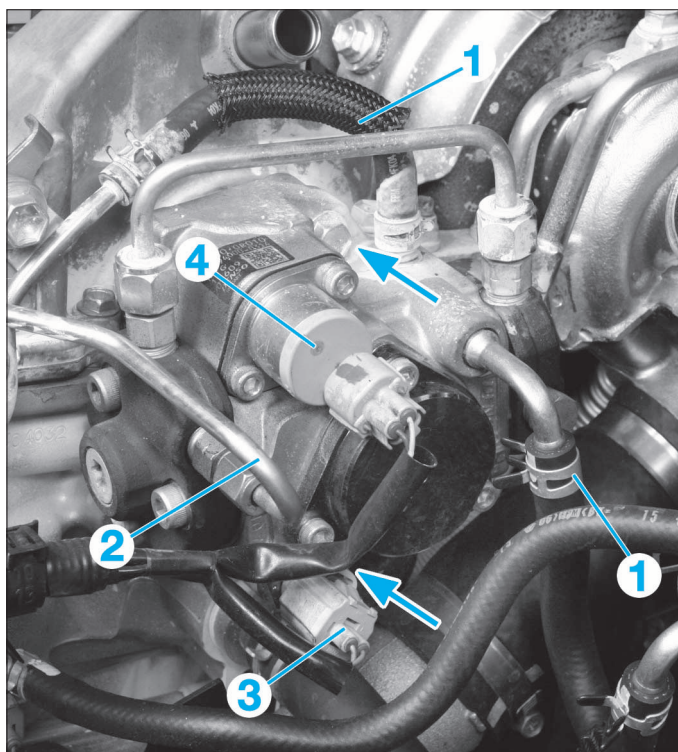

FIG. 43
- Déposer (fig. 43) :
- les durits (1) arrivant à la pompe d'injection.
- le tuyau haute pression de pompe d'injection-rampe (2).